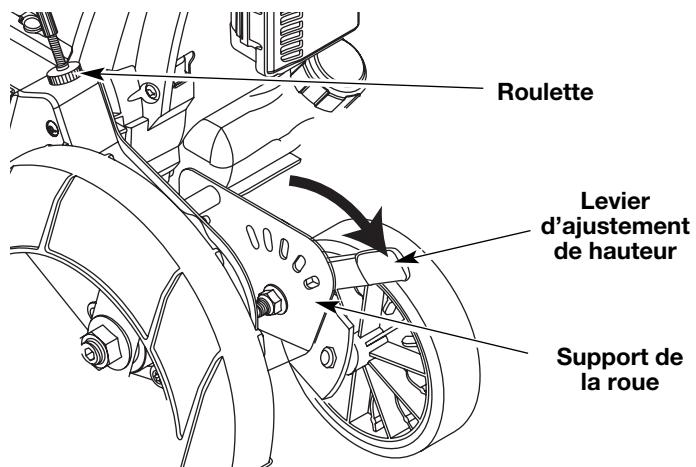

Fig. 13
- La roue du coupe-bordures est ajustée pour une bonne hauteur de coupe, tel que le montre la Figure 13, et le coupe-bordures est positionné comme sur la Figure 12.
1. Saisir le levier d'ajustement de hauteur situé sur le côté de la roue avant (Fig. 13).
2. Pour surélever la lame de coupe, pousser le levier vers l'avant du support de la roue. (Fig. 13). Le fait d'abaisser la roue réduit la hauteur de coupe.
1. Localisez la roulette située au dessus du logement de la courroie (Fig. 13).